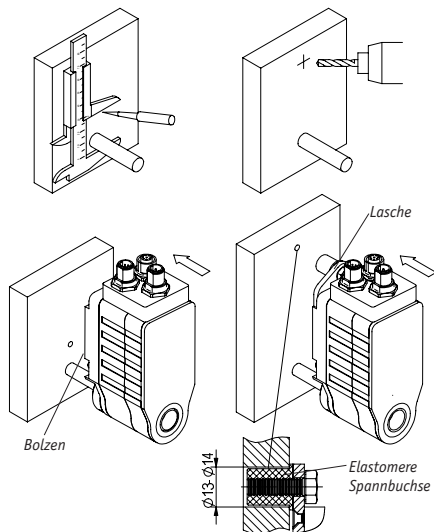

Abb. 1: Anbaumöglichkeiten (Bohrungsmaße siehe Produkt-Datenblatt)
- Die Befestigung erfolgt mittels Drehmomentabstützung (Bolzen oder Lasche siehe Abb. 1) und Klemmung der Welle. Montieren Sie das Getriebe möglichst spannungsfrei und mit einer dafür vorgesehenen Drehmomentabstützung. Für radiale spielfreie Montage eignet sich die an der Lasche befindliche Elastomere-Spannbuchse.
- Die Spannbuchse bis zum Anschlag in die Montagebohrung (siehe Abb. 1) schieben und festziehen.